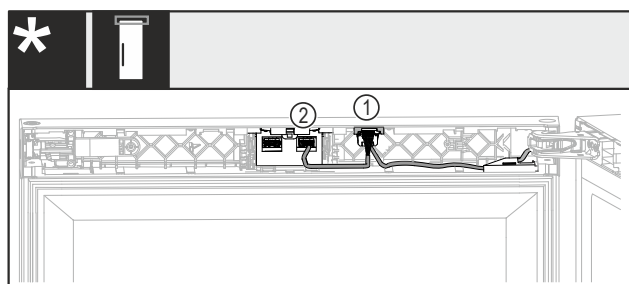

Fig. 44 Bez slēdzenes vai ar mehānisku slēdzeni*
- Iebīdīt spraudni ar abiem kabeļiem Fig. 44 (1) vadotnē.*
- Nofiksējiet spraudni ar vienu kabeli Fig. 44 (2) labajā ligzdā.*